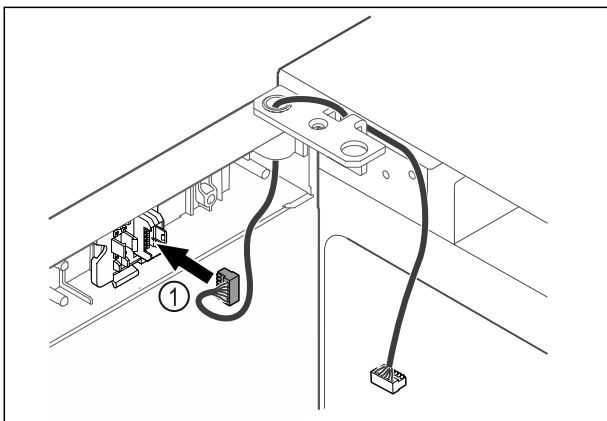

Fig. 41
- Stecker Fig. 41 (1) in Steckerhalterung einstecken.